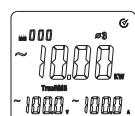

图7-5
- 再按SELECT 键选择第三相位，如图7-5，显示相位 $\phi 3$ 的有功功率kW值，电压V值，电流A值。